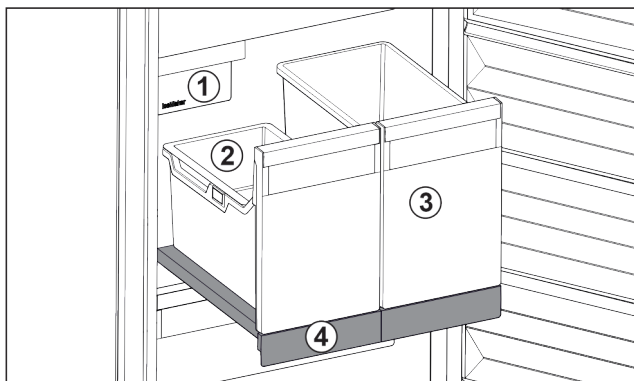

Fig. 32 Витяжна панель IceTower
На витяжній панелі є два високі резервуари (IceTower). В резервуарі Fig. 32 (2) кубики льоду з IceMaker збираються та зберігаються. Резервуар Fig. 32 (3) придатний для зберігання високих харчових продуктів, таких як піца та алкогольні напої.